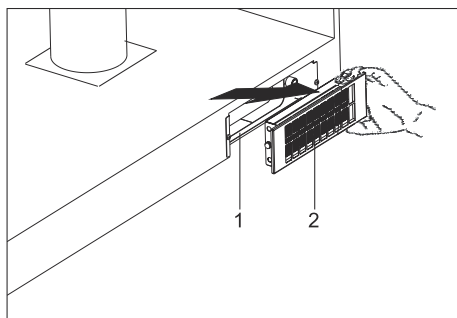

Fig. 3
1. ➡ Ta bort kolfiltret genom att flytta det i pilens riktning (Fig. 3).